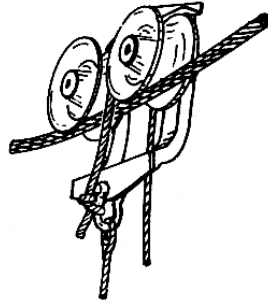

Figure 5.9 – poulie de retenue
t) **Poulie de retenue** : (voir figure 5.9)